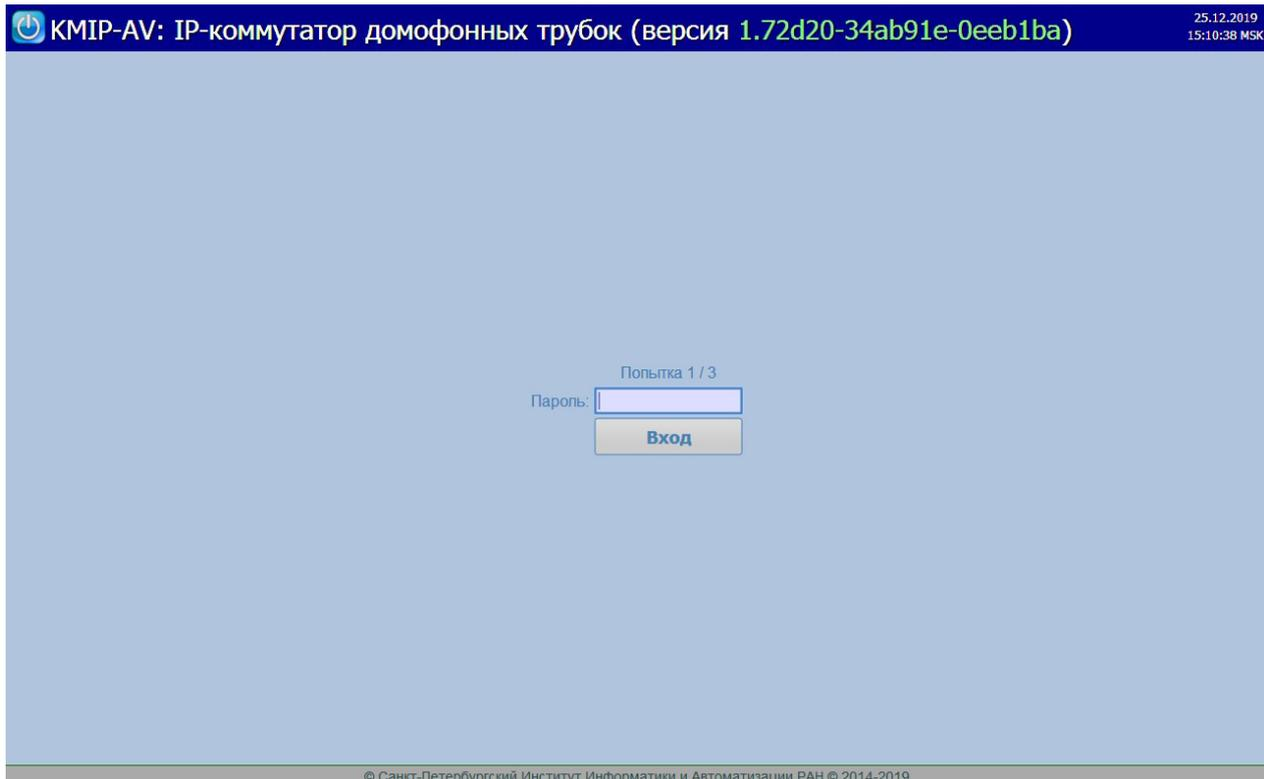

Рисунок 2. Окно ввода пароля для доступа к web-интерфейсу
6. В открывшемся окне (Рисунок 2) ввести пароль для доступа к прибору (по умолчанию admin) и нажать кнопку «Вход».